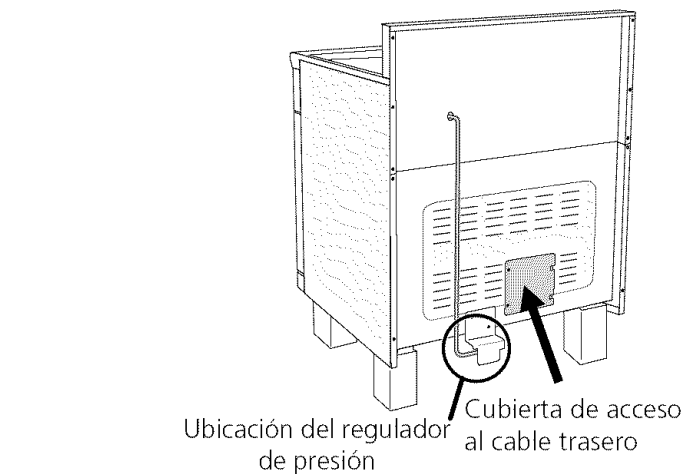

Figura 7 - Estufa de 30"
1. Quite los tornillos en el extremo inferior del panel de acceso posterior, después levante el panel de acceso al bloque Terminal (vea figura 7 o 8)